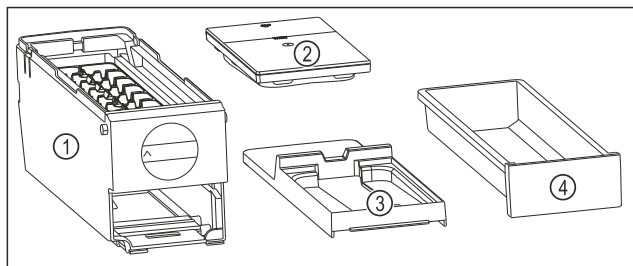

Fig. 91 Componentes del EasyTwist-Ice
- ▶ El EasyTwist-Ice está desmontado en cuatro piezas. (consulte Fig. 91)
- ▶ Desmontar el EasyTwist-Ice solo en los componentes mostrados. (consulte Fig. 91)
- ▶ Limpiar el cuerpo del EasyTwist-Ice Fig. 91 (1) en su totalidad.